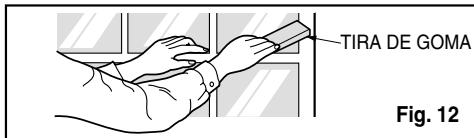

Fig. 12
6. Corte la tira de goma a la medida apropiada e introduzcala entre la parte superior e inferior de la ventana. (Ver Fig. 12)